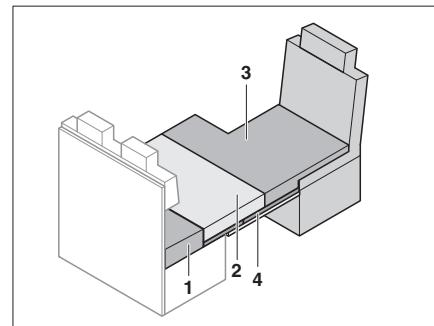

Fig. 195 Despues de la transformación
- Poner el cojín adicional (Fig. 195,3) sobre el asiento del conductor.
- Poner el cojín del asiento (Fig. 195,2) en el apoyo de cama de reserva.